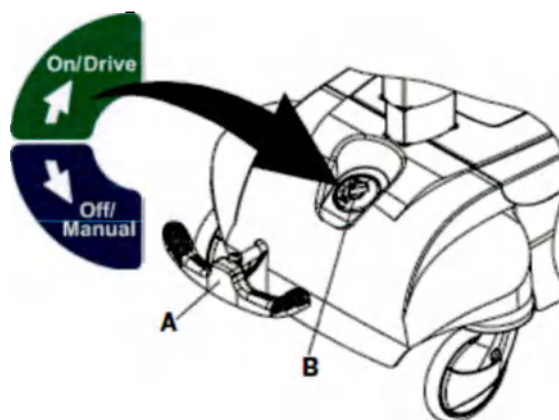

Рисунок 3 – Переключатель «On/Drive – Off/Manual» (ВКЛ./Привод – ВЫКЛ./Ручной режим)
2. Поставьте педаль тормоза/регулирования угла поворота (А) в положение регулирования угла поворота (см. рис. 3).